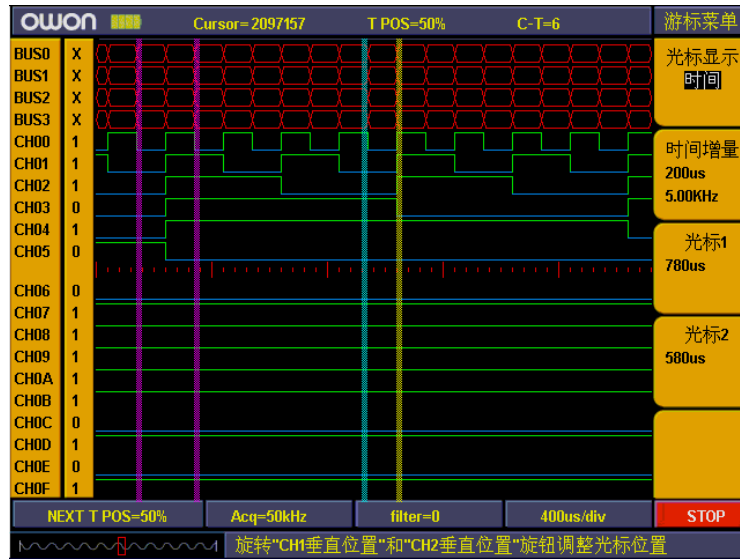

图 5-80 光标时间测量
- 5、这时，在“F2”菜单项显示两个光标之间的时间增量值为“200us”，频率为“5KHz”。在“F3”菜单项显示光标 1 相对于触发位置的时间为“780us”。在“F4”菜单项显示光标 2 相对于触发位置的时间为“500us”。见图 5-80。